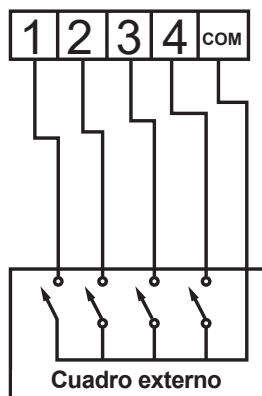

Figura 4 - AJUSTES DE VELOCIDAD DEL CONTACTO SECO
NOTA Esta bomba no funcionará si únicamente se le suministra alimentación eléctrica. Requiere un comando digital enviado por un controlador de velocidad variable, un sistema de automatización o el uso de los contactos secos (ver figura 4.)
- Al conectar una de las entradas a la común con un relé externo no electrificado, se encenderá la bomba, se cebará al 100 % durante 3 minutos y luego pasará a una velocidad predeterminada de manera indefinida hasta que se anule el cortocircuito. Si no hay entradas puenteadas a la común, la velocidad es cero (ver Figura 4.)